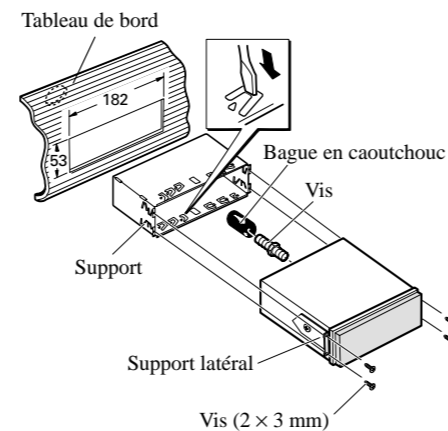

Fig. 12
2. **Installez l'appareil dans le tableau de bord. (Fig. 12)**